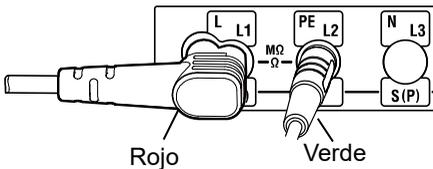

Fig. 9-2
- (1) Seleccione la función INSULATION con el selector giratorio.
- (2) Pulse F1 y seleccione la prueba que desee hacer: "AISLAMIENTO" o SPD: "SPD (VARISTOR)".
- (3) Presione el pulsador F2 y seleccione el rango de voltaje deseado. (Al seleccionar la prueba SPD, el rango se fija en 1 000 V).
- (4) Inserte los cables de prueba en los terminales L y PE en KEW 6516/6516BT respectivamente como se muestra en la Fig. 9-2.